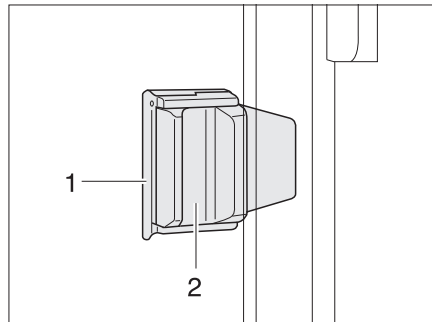

Bild 66 Schiebefenster mit Schiebeverriegelung
- Verriegelung (Bild 66,1) herausziehen.
- Griff (Bild 66,2) drücken und gleichzeitig nach vorn oder hinten schieben.
- Verriegelungsknopf (Bild 66,1) in vertikale Position drehen.